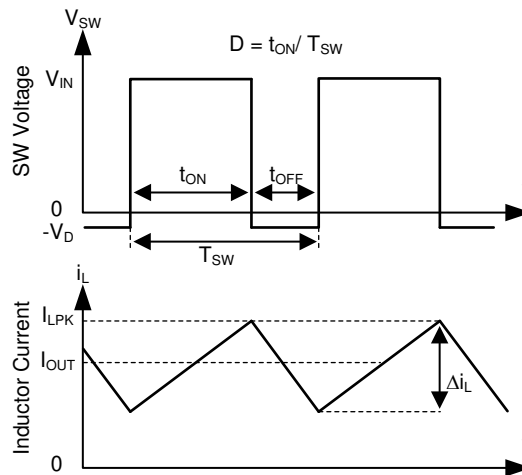

図 10-2. 連続モード (CCM) における SW ノードのインダクタ電流の波形
TPS2585x-Q1 は、幅広い入力電源電圧範囲にわたって最大 6.6A の連続出力電流と優れた負荷、およびライン・レギュレーションを実現するコンパクトなソリューションを提供します。TPS2585x-Q1 は、ハイサイド (HS) およびローサイド (LS) NMOS スイッチを制御されたデューティ・サイクルでオンに切り替えることで、出力電圧のレギュレーションを実現します。ハイサイド・スイッチのオン時間中、SW ピンの電圧は最大で約 V_{IN} まで変動します。インダクタ電流 i_L は $(V_{IN} - V_{OUT}) / L$ の線形的に増加します。制御ロジックにより HS スイッチをオフにすると、LS スイッチはアンチシュートスルーのデッドタイム経過後にオンになります。インダクタ電流は、LS スイッチを通して $-V_{OUT} / L$ の割合で放電されます。降圧コンバータの制御パラメータは、デューティ・サイクル = t_{ON} / T_{SW} と定義されます。ここで、 t_{ON} は下限側スイッチ ON 時間で、 T_{SW} はスイッチング時間です (図 10-2 を参照)。レギュレータ制御ループは、デューティ・サイクル D を調整することにより、出力電圧を一定に維持します。損失を無視できるような理想的な降圧コンバータでは、次の式のように、 D は出力電圧に比例し、入力電圧に反比例します。 $D = V_{OUT} / V_{IN}$ 。